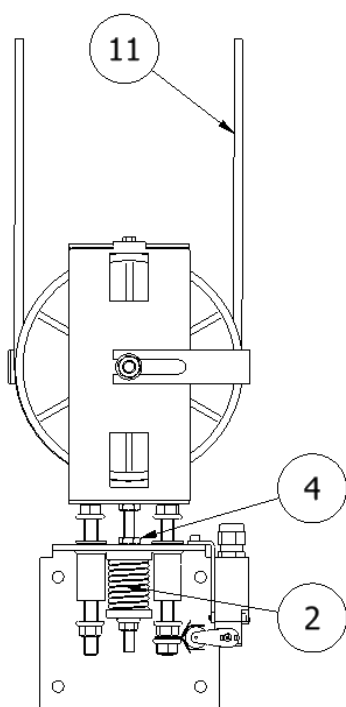
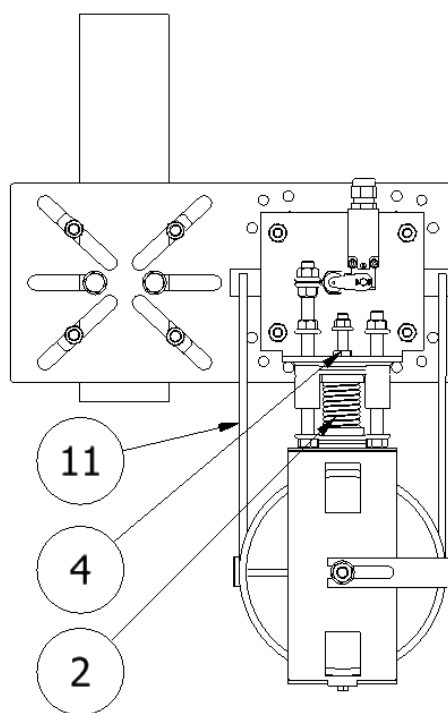

Fig. 4
Fig. 4A
- I tenditori a molla R4M/R4MS vengono forniti con la molla compressa nella posizione di lavoro e registrata presso PFB con il dado (4) verniciato per sigillatura. Una volta montata la fune (11) che collega la puleggia del tenditore con quella del limitatore di velocità, è assolutamente necessario applicare un tiro sulla fune che garantisca di mantenere la molla compressa nella stessa posizione registrata in PFB, dopodiché è necessario svitare il dado (4) e riportarlo in alto contro l'altro dado. (vedi Fig. 4 / Fig. 4A)
- The spring tensioners R4M/R4MS are supplied with the spring compressed in the working position settled in PFB with the nut (4) painted for sealed. Once the cable (11) which connects the pulley of the tensioner with the overspeed governor is mounted it, is absolutely necessary to apply a pull on the rope which guarantees to keep the compressed spring in the same position as settled in PFB, after this it is
necessary to unscrew the nut (4) and bring it back up against the other nut. (see Fig. 4 / Fig. 4A)